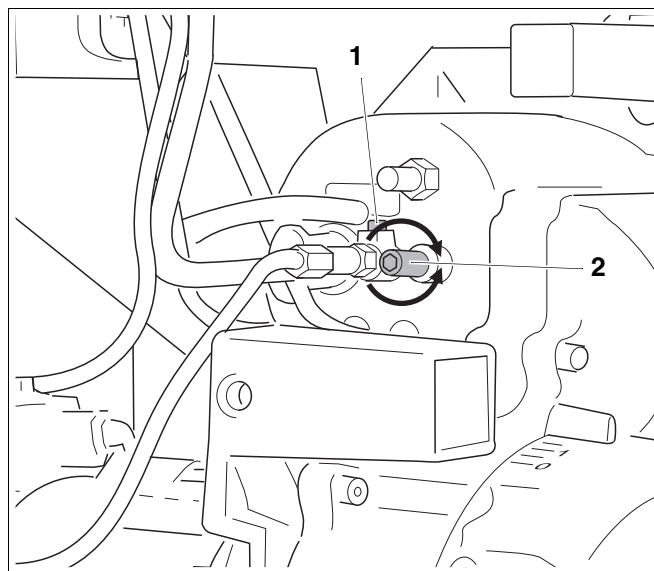

Рис. 18 Регулировка положения распределительного диска
Положение распределительного диска относительно выхода трубы горелки определяется размером Y (см. Рис. 4 "Размеры запального электрода, распределительного диска и дросселя", стр. 10). Положение может быть отрегулировано ходовым винтом (Рис. 18, поз. 2):
- Ослабить зажим стержня форсунки (установочным винтом Рис. 18, поз. 1).